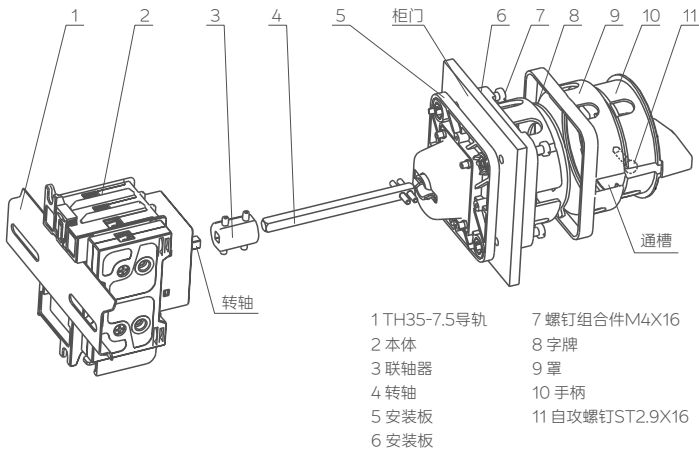

图 14 NF1-32(40)/3.0.3.0、NF1-32 (40) /3.2.3.0 安装示意图
7.2.3 NF1-32(40)/3.0.3.0、NF1-32 (40) /3.2.3.0 安装方法（见图 14）